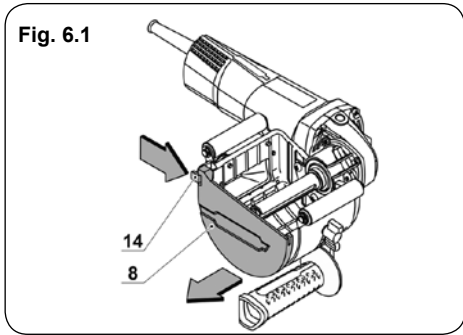

Fig. 6.1
1. Presionar la lengüeta 14 y quitar la tapa 8 como se indica en la (Fig. 6.1).